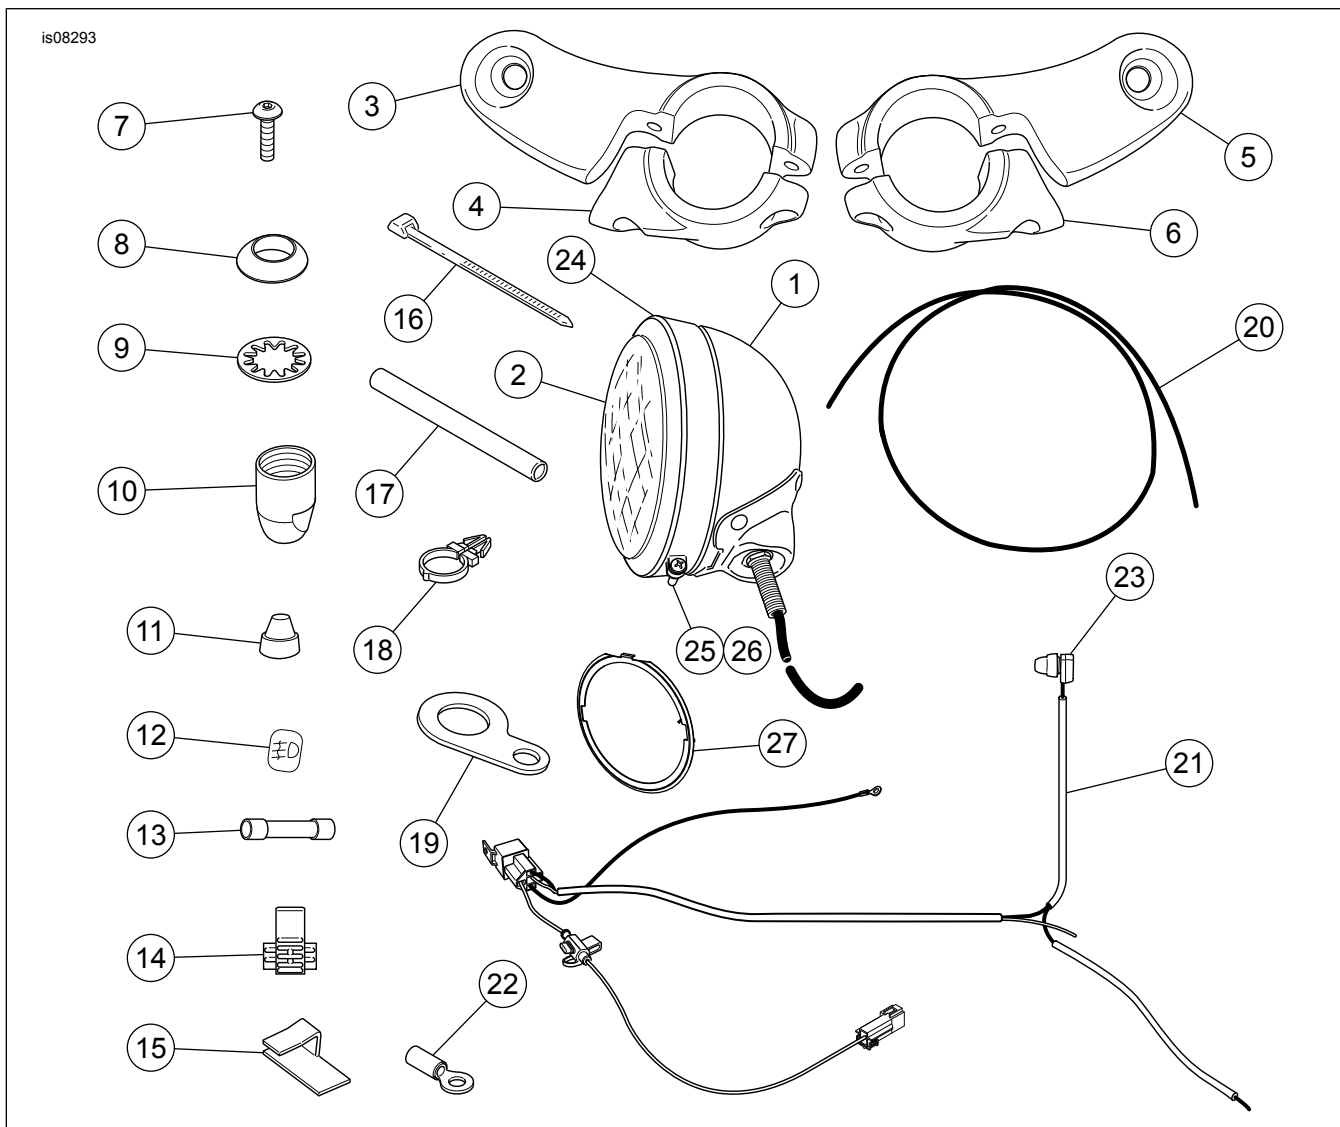

Figura 11. Parti di ricambio
6. Vedere Figura 11. Posizionare l'anello di rivestimento esterno (24), l'anello di appoggio interno (27), la vite (25) ed il dado (26).
14. Vedere Figura 11. Prendere dal kit la staffa di montaggio dell'interruttore (elemento 19). Svitare la protezione dall'interruttore della luce ed installare l'interruttore nella staffa. Sostituire la protezione sull'interruttore.
16. Vedere Figura 11. Fissare il tratto dell'interruttore della luce del cablaggio al manubrio utilizzando i fermi del cablaggio (elemento 18) secondo necessità. Inserire con uno scatto i fermi nei fori del manubrio.